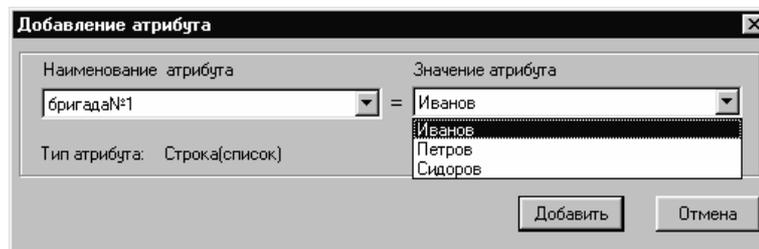

Рис. 18. Добавление атрибута
3.15. Созданным элементам присвоить атрибут с «Наименованием атрибута» – **Бригада№...** и «Значением атрибута» из выпадающего списка (рис. 18).